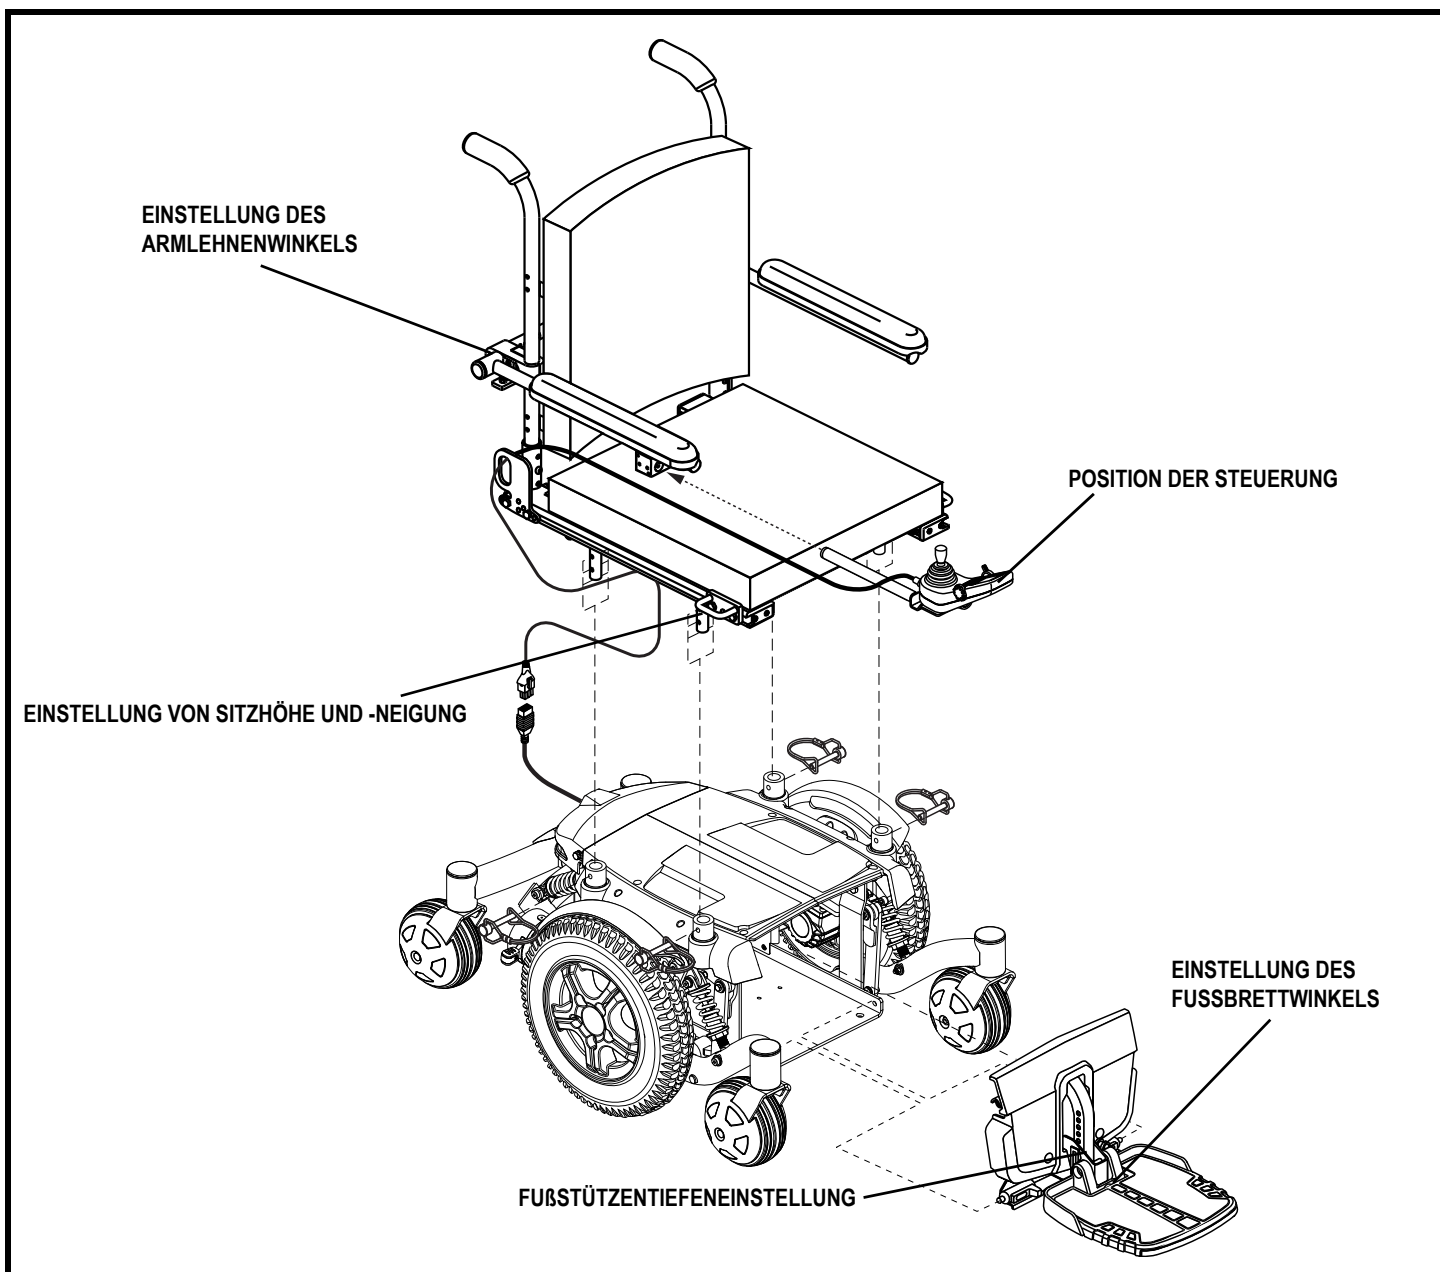

Abb. 10. Quantum 6000Z - Montageansicht (mit Synergy-Sitz)
Vor der Inbetriebnahme oder nach einem Transport müssen evtl. zuerst einige Komponenten des Rollstuhls montiert werden. Möglicherweise ist es auch notwendig, Komponenten abzunehmen, um Anpassungen vornehmen zu können. **Abbildung 10** zeigt diejenigen Komponenten des Rollstuhls, die zur Montage und Demontage durch den Benutzer oder eine ausgebildete Betreuungsperson vor der Inbetriebnahme oder zur individuellen Anpassung vorgesehen sind.
1. Schwenken Sie den Sitz zurück und schieben Sie das hintere Schienenprofil auf die hintere Querstrebe. **Siehe Abbildung 10.**